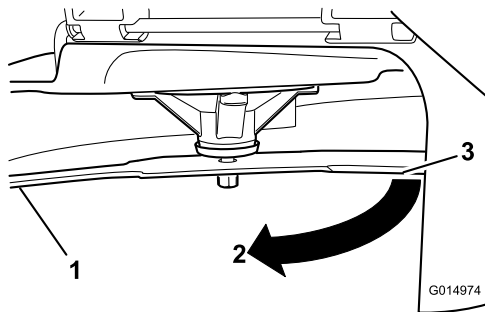

Figura 45
3. Segunda distancia medida entre cuchilla y superficie (B)
4. Gire la misma cuchilla 180 grados de manera que el otro extremo esté en la misma posición (Figura 45).